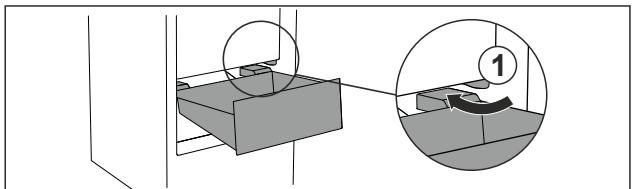

Fig. 65
- Обвести висувний ящик навкіс навколо стопора Fig. 65 (1).